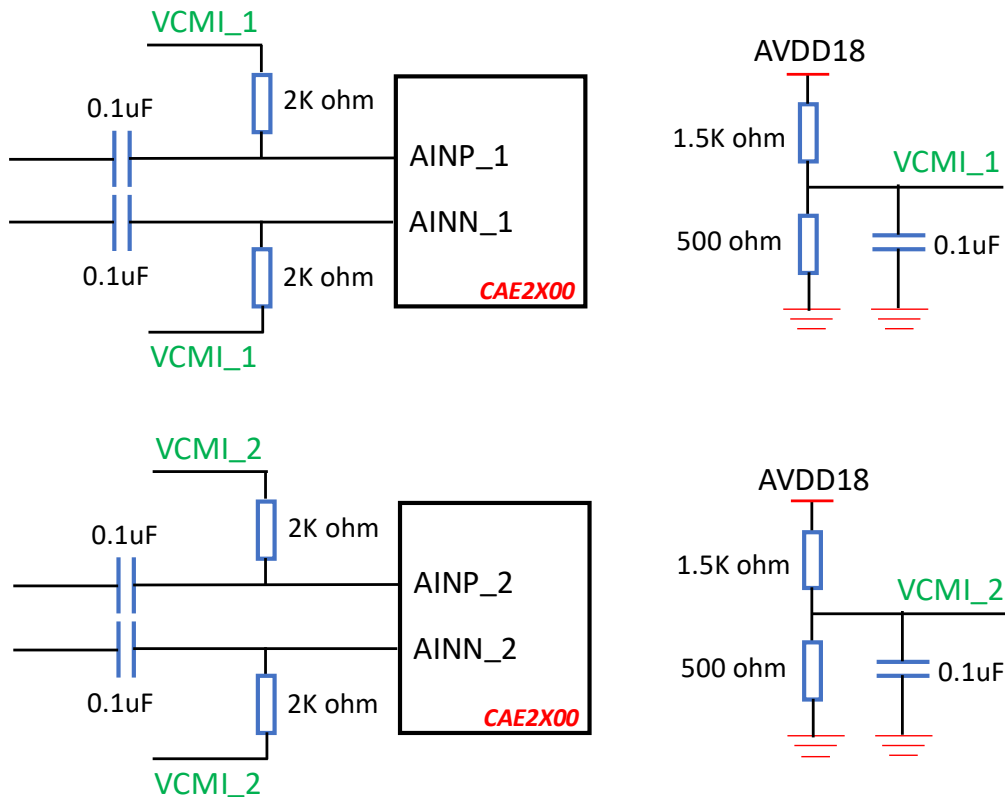

图 8-2. 模拟信号输入管脚交流 (AC) 耦合连接示意图
**交流 (AC) 耦合连接说明**
如图 8-2 所示，当交流 (AC) 耦合连接时，模拟信号输入管脚需外部提供 0.45V 差分输入共模电压 (VCM1)。该 VCM1 电压可以通过外部电阻分压产生，并通过 2K 欧姆电阻连接至模拟信号输入管脚。